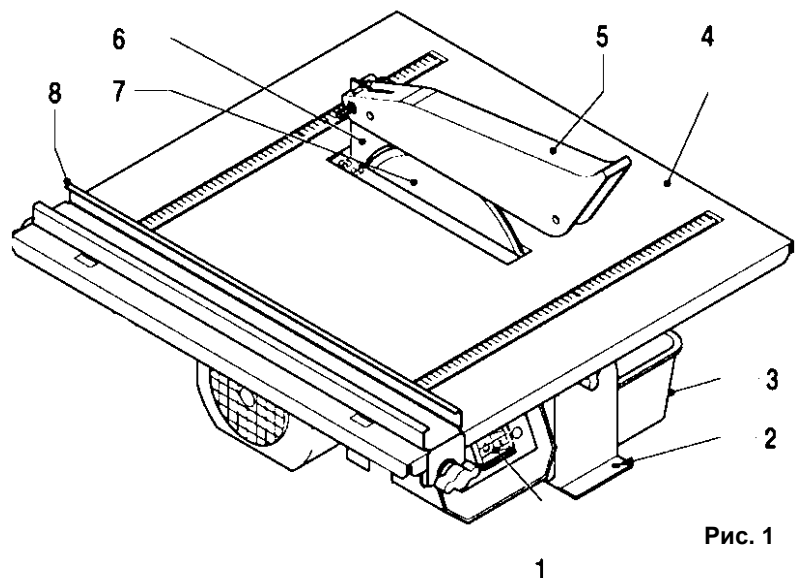

Рис. 1
- Для моделей с отдельными резиновыми опорными ножками: в специальные отверстия основания (2) (См. Рис.1) установить резиновые опоры.
- Для более надёжного соединения, рекомендуется через специальные отверстия в основании (2) (См. Рис.1), соединить плиткорез с поверхностью верстака (рабочего стола) болтовым соединением.
- Поддон (3) (См. Рис.1) наполнить водой до максимального уровня, нанесённого внутри поддона.
- Залейте воду в поддон (3)(См. Рис.1) до максимального уровня указанного на поддоне.
- Для включения плиткореза: нажмите кнопку зеленого цвета на выключателе (1)(См. Рис.1). Переведите ее в положение «ВКЛ» (ON).
- Для выключения плиткореза: нажмите кнопку красного цвета на выключателе (1). Переведите ее в положение «ВЫКЛ» (OFF).